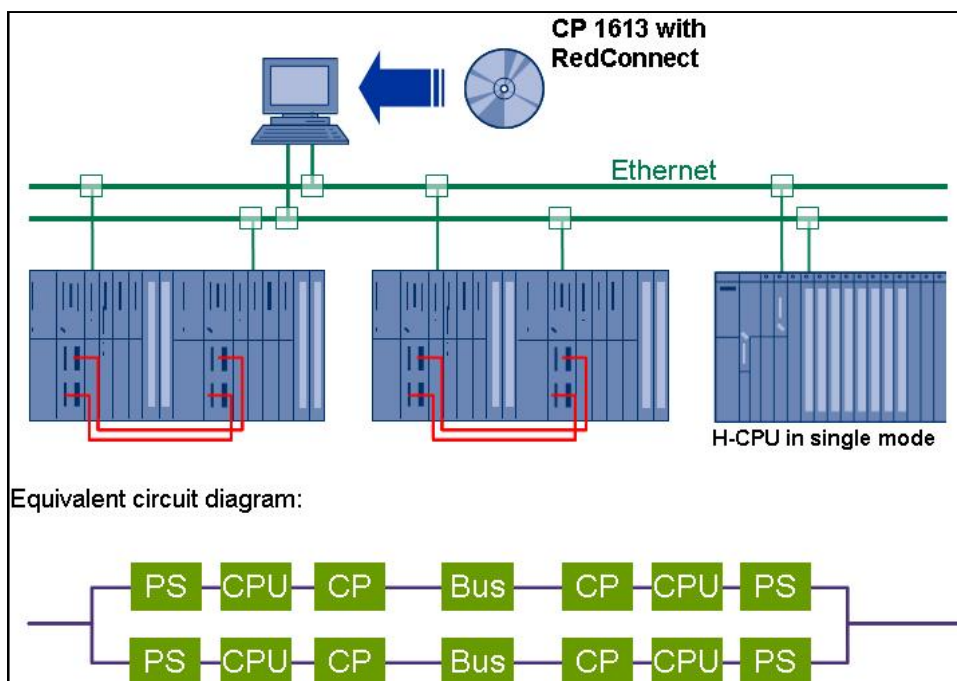

图 3-1 H 系统双以太网结构(一)
(1)在 H 系统的每个机架上分别插入 1 块 CP443-1 组成双以太网，如下图 3-1 所示：